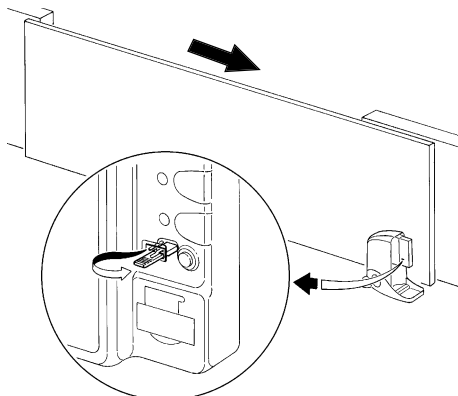
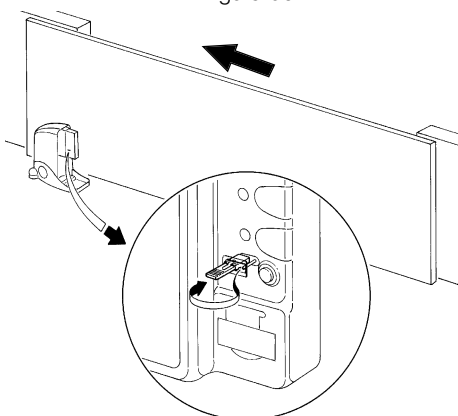

Figura 50
Figura 51
2 A seconda della posizione del motoriduttore a destra o a sinistra, regolare il ponticello per la scelta della direzione della manovra di "Apri", secondo quanto indicato nella Figura 50 o Figura 51.
- Se la manovra non è un'apertura premere nuovamente il tastino per fermare la manovra, invertire la posizione del ponticello (vedere figura 50 o figura 51 a pagina 15), quindi ripetere il punto 2.